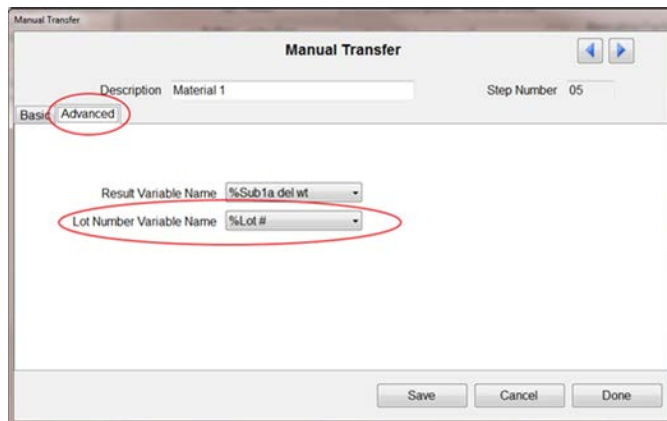

Figura 14-14: Asociación de la variable de lote con un material
- Una vez que se ingrese y almacene el número de lote en una variable de lote, la variable debe asociarse con un material específico en la receta. Para hacer esto, seleccione la fase de transferencia de material correspondiente en la receta y haga clic en la pestaña Avanzada (Figura 14-14). En el campo Nombre de variable de número de lote, seleccione el nombre de la variable de lote usada para almacenar el número de lote ingresado.